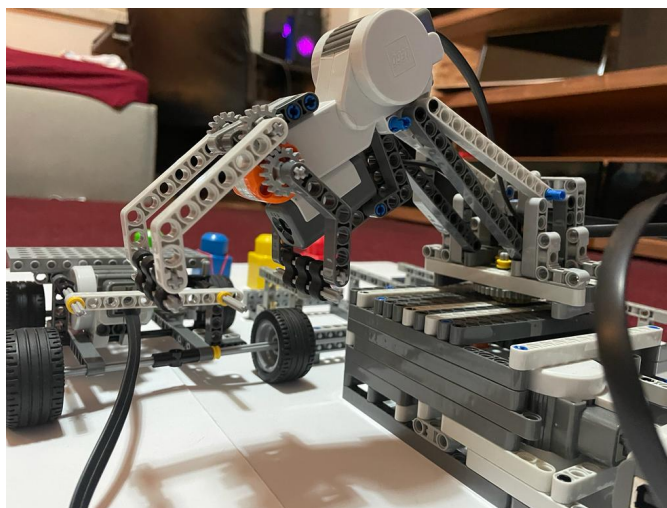
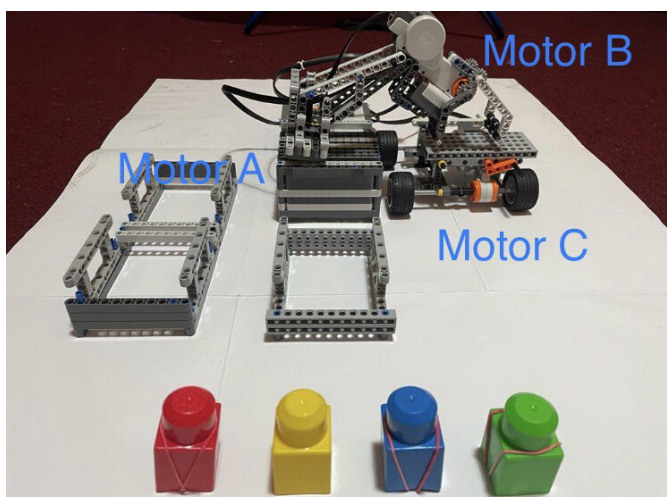
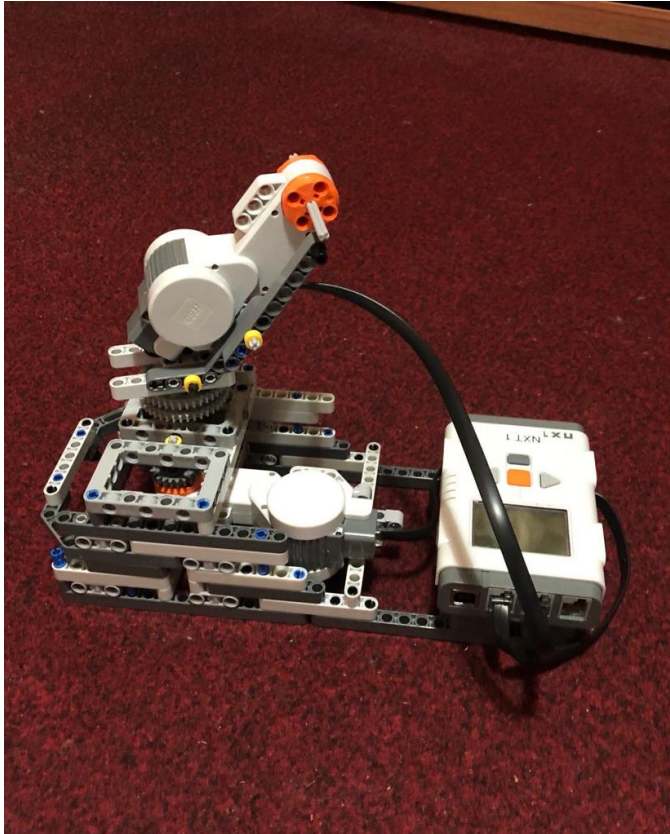

Abbildung 1. Position des Farbsensors
Abbildung 2. Motoren A, B und C
Abbildung 4. Prototyp 1
Der Sortierroboter besteht aus vier Hauptteilen, nämlich der Basis mit dem Motor A, dem Roboterarm mit dem Motor B, dem Transportwagen mit dem Motor C und dem Farbsensor (siehe Abbildung 2).
1) Basis mit dem Motor A: Die Basis wurde von Anfang an stabil konstruiert, um sicherzustellen, dass der Roboter während der Drehung nicht wackelt. Wie Abbildung 2 zeigt, ist ein Motor A in der Basis versteckt. Beim Prototyp 1 (siehe Abbildung 4) wackelte es etwas, aber dieses Problem wurde gelöst, indem die Geschwindigkeit des Arms während der Drehung reduziert wurde.
2) Roboterarm mit dem Motor B: Der Roboterarm ist auf einer bestimmten Höhe befestigt, um den Durchgang des Transportwagens unter dem Greifer zu erleichtern (siehe Abbildung 2). Durch den Motor B kann der Roboter den Baustein fangen und loslassen.
Aufgrund mechanischer Probleme wurde der Motor im Prototyp 1 durch LEGO-Steine ersetzt und der Transportwagen hergestellt (siehe Abbildung 4 und Abbildung 1).
4) *Farbsensor*: Der Farbsensor wurde zweimal versetzt. Das erste Mal war er auf der Basis verbaut, dort erkannte aber nur Schwarz. Daher wurde er ausgetauscht und an dem Greifer befestigt (siehe Abbildung 1).